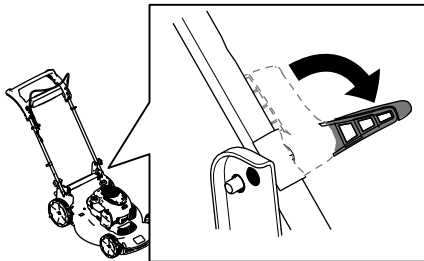

Figure 18
3. Déverrouillez le guidon (Figure 18).